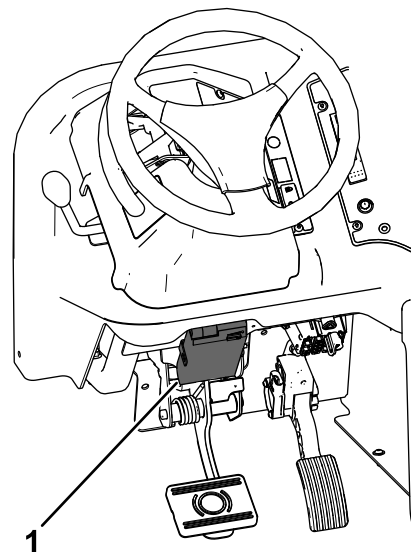

Bild 61
- Montieren Sie den Bremsregler im Bereich oberhalb der Fahr- und Bremspedale (Bild 61). Stellen Sie den Bremsregler so ein, dass die Bremsfähigkeit für die Größe der Anbaulast maximiert wird.